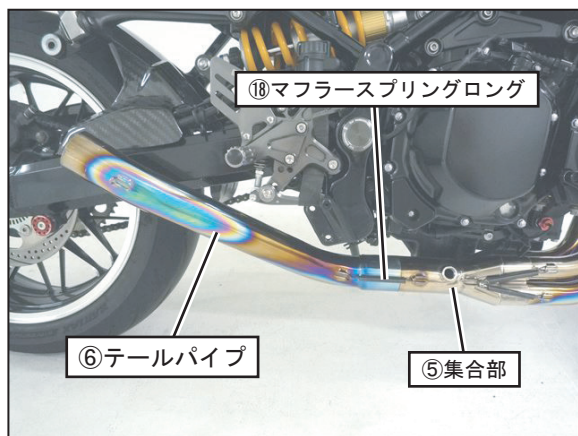

FIG. 9
10. ⑤集合部に⑥テールパイプを取り付け、⑱マフラスプリングロングをスプリング取付工具を使用して取り付けして下さい。（FIG. 9参照）